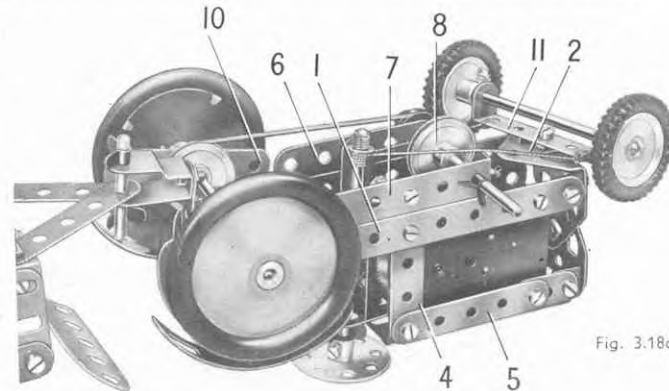

Fig. 3.18a
Chaque côté du châssis du tracteur est constitué par une bande de 11 trous (1). Ces bandes sont réunies à l'avant par une embase triangulée coudée (2) vissée sur des équerres, et à l'arrière par une bande de 5 trous (3), également fixée sur des équerres. Deux embases triangulées plates, boulonnées ensemble, sont fixées sur le rebord de l'embase triangulée coudée (2). Une bande de 5 trous (4) est fixée sur chacune des bandes (1). Les extrémités supérieures des bandes (4) sont réunies à des bandes de 5 trous (5) prolongées par des supports plats. Les bandes (5) sont reliées au radiateur par des équerres. Un moteur *Magic* est boulonné directement sur l'une des bandes (fig. 3.18a). Le dessus du capot est constitué par deux plaques flexibles de 6×4 cm. fixées sur des équerres boulonnées aux bandes (4). Une bande de 5 trous (6) et une bande coudée de 60×12 mm. (7) sont boulonnées aux extrémités inférieures des bandes (4); elles soutiennent une tringle de 9 cm. qui est munie d'une poulie de 25 mm. (8) reliée par une courroie de transmission à la poulie du moteur; la tringle porte également une poulie de 12 mm. (9) qui entraîne une poulie de 25 mm. montée sur l'essieu arrière. La poulie de 12 mm. est fournie avec le moteur *Magic*. L'essieu arrière est une tringle de 10 cm. qui passe dans des plaques semi-circulaires (10) fixées aux derniers trous de la bande (3) par des équerres renversées.